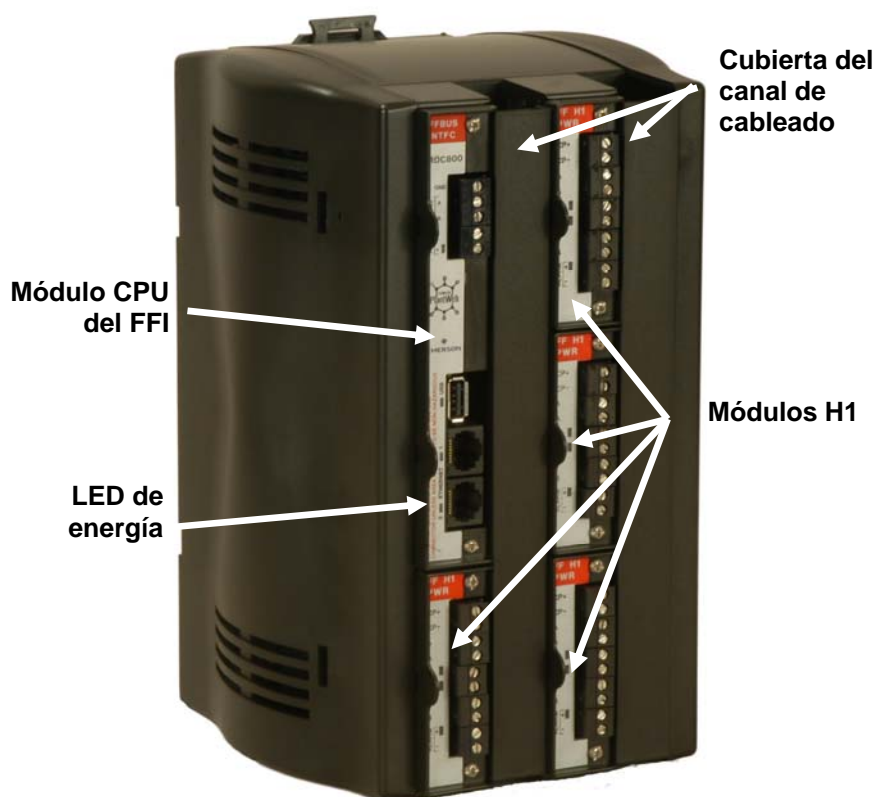

Figura 13. Interfaz FOUNDATION Fieldbus
6. Presione las cubiertas de los canales de cableado en su sitio sobre los canales de cableado, una vez finalizado el cableado de los bloques de las terminales. Ver *Figura 13*.
7. Suministre energía para iniciar el FFI. El indicador LED de alimentación en el FFI (consulte la *Figura 13*) debería estar encendido en la luz verde para indicar que el voltaje aplicado es correcto.